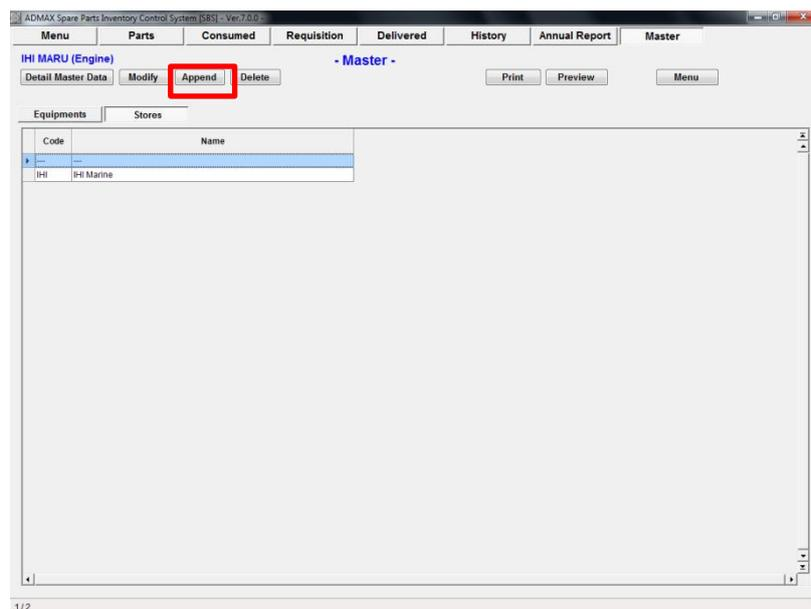

図 13.6 Stores List
11. 新しい店舗データを追加したい時は“Stores List Screen”の[Append] ボタンをクリックします。(図.13-6).